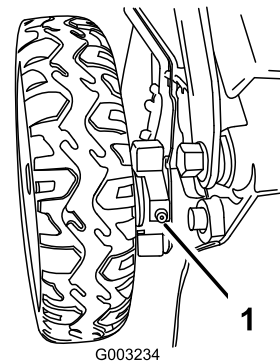

Figura 31
1. Con un cencio pulito tergete i raccordi d'ingrassaggio, situati appena all'interno delle ruote posteriori (Figura 31).